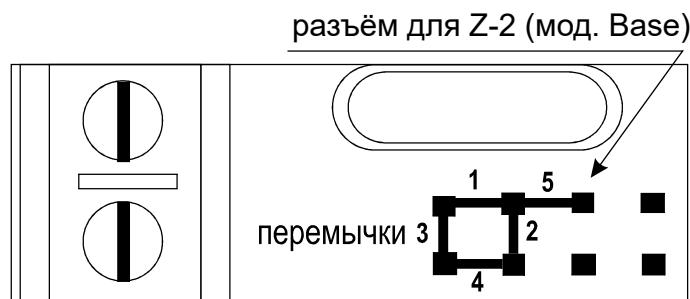
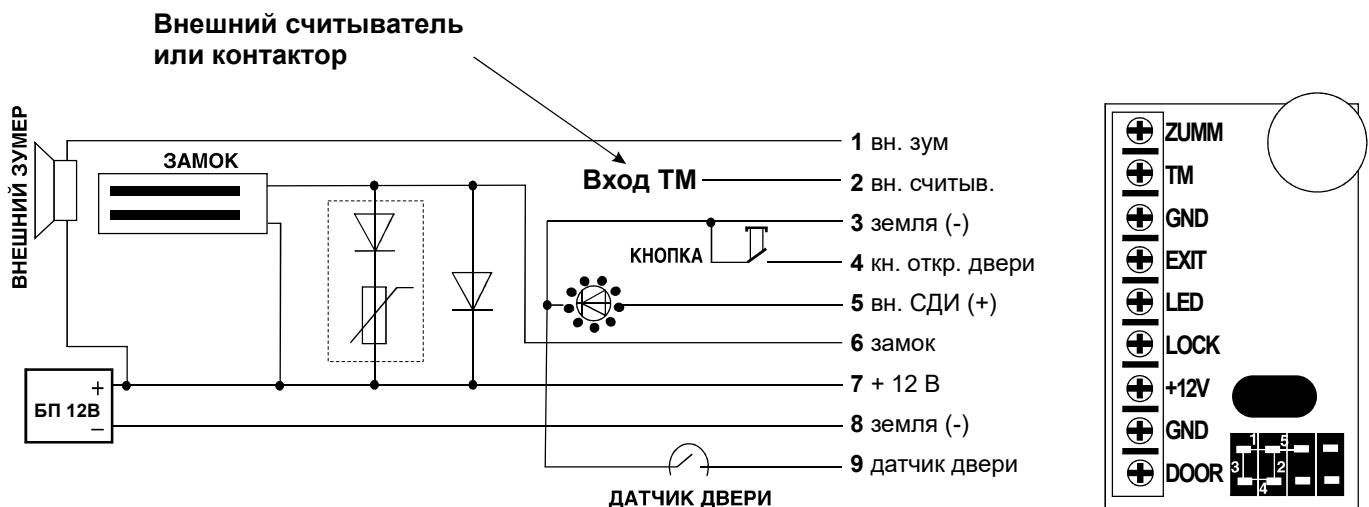

Рис. 3 Положение перемычек
Рис. 5 Подключение внешних устройств
В комплект поставки контроллера Z-5R входит перемычка, которая используется для программирования контроллера (всего пять положений) (см. рис.3).
Для уменьшения этой зависимости в контроллер встроена схема гашения тока, которая превращает «лишнюю» энергию в обмотке замка в тепло, что существенно сокращает время срабатывания замка. Однако возможности схемы не безграничны, и при трафике более 25 проходов за 5 минут она может выйти из строя из-за перегрева. Для защиты схемы гашения тока для таких точек прохода необходимо установить шунтирующий диод параллельно обмотке замка. После этого время срабатывания (открывания) электромагнитного замка может возрасти на 1-3 секунды по сравнению с работающей схемой гашения тока. Если такое увеличение времени неприемлемо, то рекомендуется последовательно с диодом установить варистор на напряжение до 14 вольт и рассеиваемой энергией от 0,7 Дж (рекомендуется V8ZA2P) (см. Рис.5).
4. Установите защитный диод (см. Рис.5). В случае, если замок электромеханический, установите перемычку в положение 1 (см. рис.3).